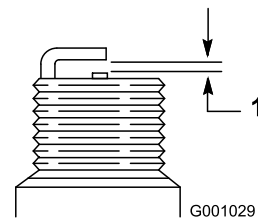

Figure 24
4. Réglez l'écartement des électrodes de la nouvelle bougie à 0,76 mm, comme montré à la Figure 24.